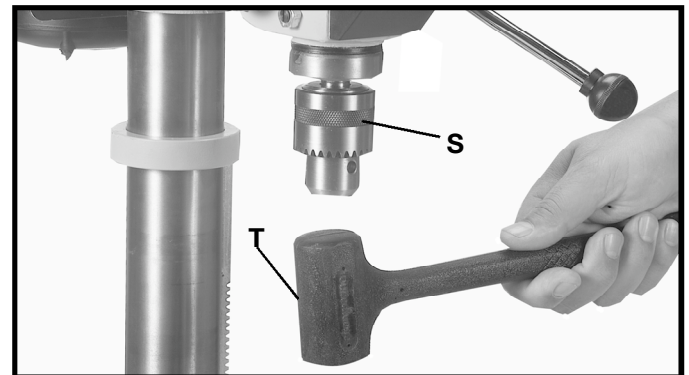

Fig. 16
12. Fije el mandrino (S) Fig. 16 cuidadosamente sobre el árbol con un mazo (T) o un bloque de madera y un martillo, tal y como se ilustra aquí. **IMPORTANTE:** Para evitar el daño al mandrino, **JAMAS** encaje el mandrino sobre el árbol con un martillo de metal.